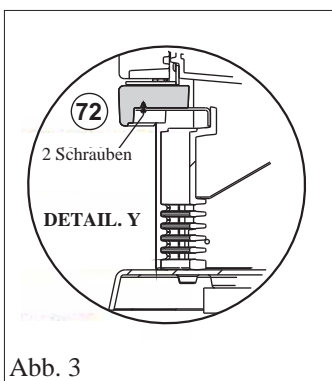

Abb. 3
- Die Blende (72) platzieren und sie mit den mitgelieferten 2 Schrauben M6x12 (mithilfe eines Inbusschlüssels) wie im Detail "X" angegeben, befestigen (Abb. 3).